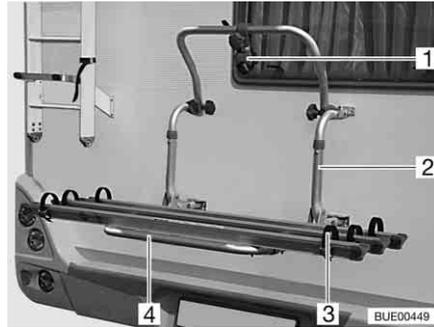

Fig. 3 Porte-vélos, non abaissable
Le porte-vélos (Fig. 3,2) permet de transporter aisément 2 vélos. Une extension à 3 vélos est possible.
- Rabattre l'arceau télescopique pivotant (Fig. 3,4) vers le bas.
- Placer les vélos et sangler avec la courroie Quick (Fig. 3,3).
- Fixer l'entretoise (Fig. 3,1) sur le cadre du vélo extérieur.